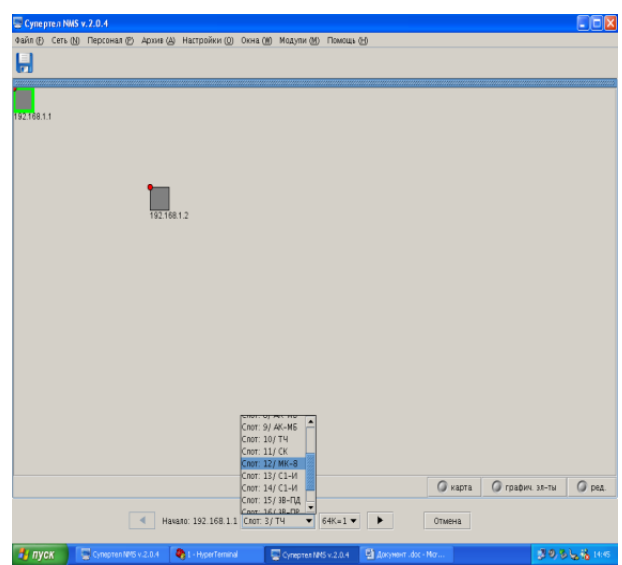

Рис. 27
14. Выбрать «Начало», кликнуть по мультиплектору 192.168.2.1, выбрать «Слот: 12/МК-8», нажать  (рис. 27).